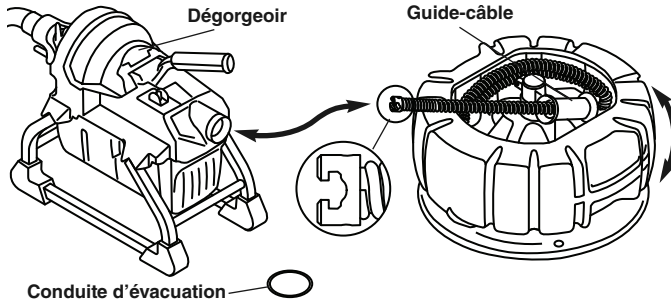

Figure 4 – Utilisation du tambour porte-câble
2. Positionnez le tambour à proximité du dégorgeoir afin de faciliter l'enroulage et le retrait des sections de câble (Figure 4).